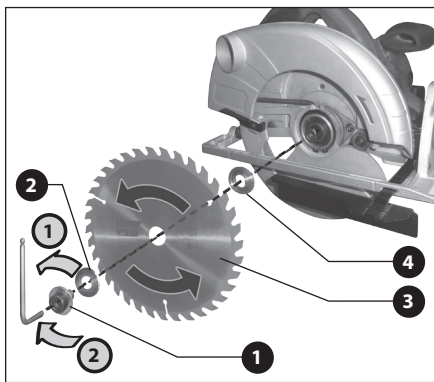

Abb. 2
3. Halten Sie die Arretierungstaste gedrückt und gleichzeitig schrauben Sie mit einem Inbusschlüssel die Spannschraube mit Unterlegscheibe (Abb.2, Position 1) in der Pfeilrichtung „1“ ab und demontieren Sie den Spannflansch des Sägeblattes (Abb.2, Position 2).
4. Schwenken Sie die untere Schutzhaube (Abb.1, Position 12) zur Seite heraus und auf den Mitnehmerflansch (Abb.2, Position 4) setzen Sie das Sägeblatt so auf, dass die Pfeilrichtung auf dem Sägeblatt mit der Pfeilrichtung auf der Schutzhaube der Säge übereinstimmt (Abb.1, Position 13).
5. Setzen Sie den Spannflansch (Abb.2, Position 2) auf die Spindel auf und sichern Sie das Sägeblatt durch gründliches Anziehen der Schraube mit Unterlegscheibe (Abb.2, Position 1) in der Pfeilrichtung „2“.